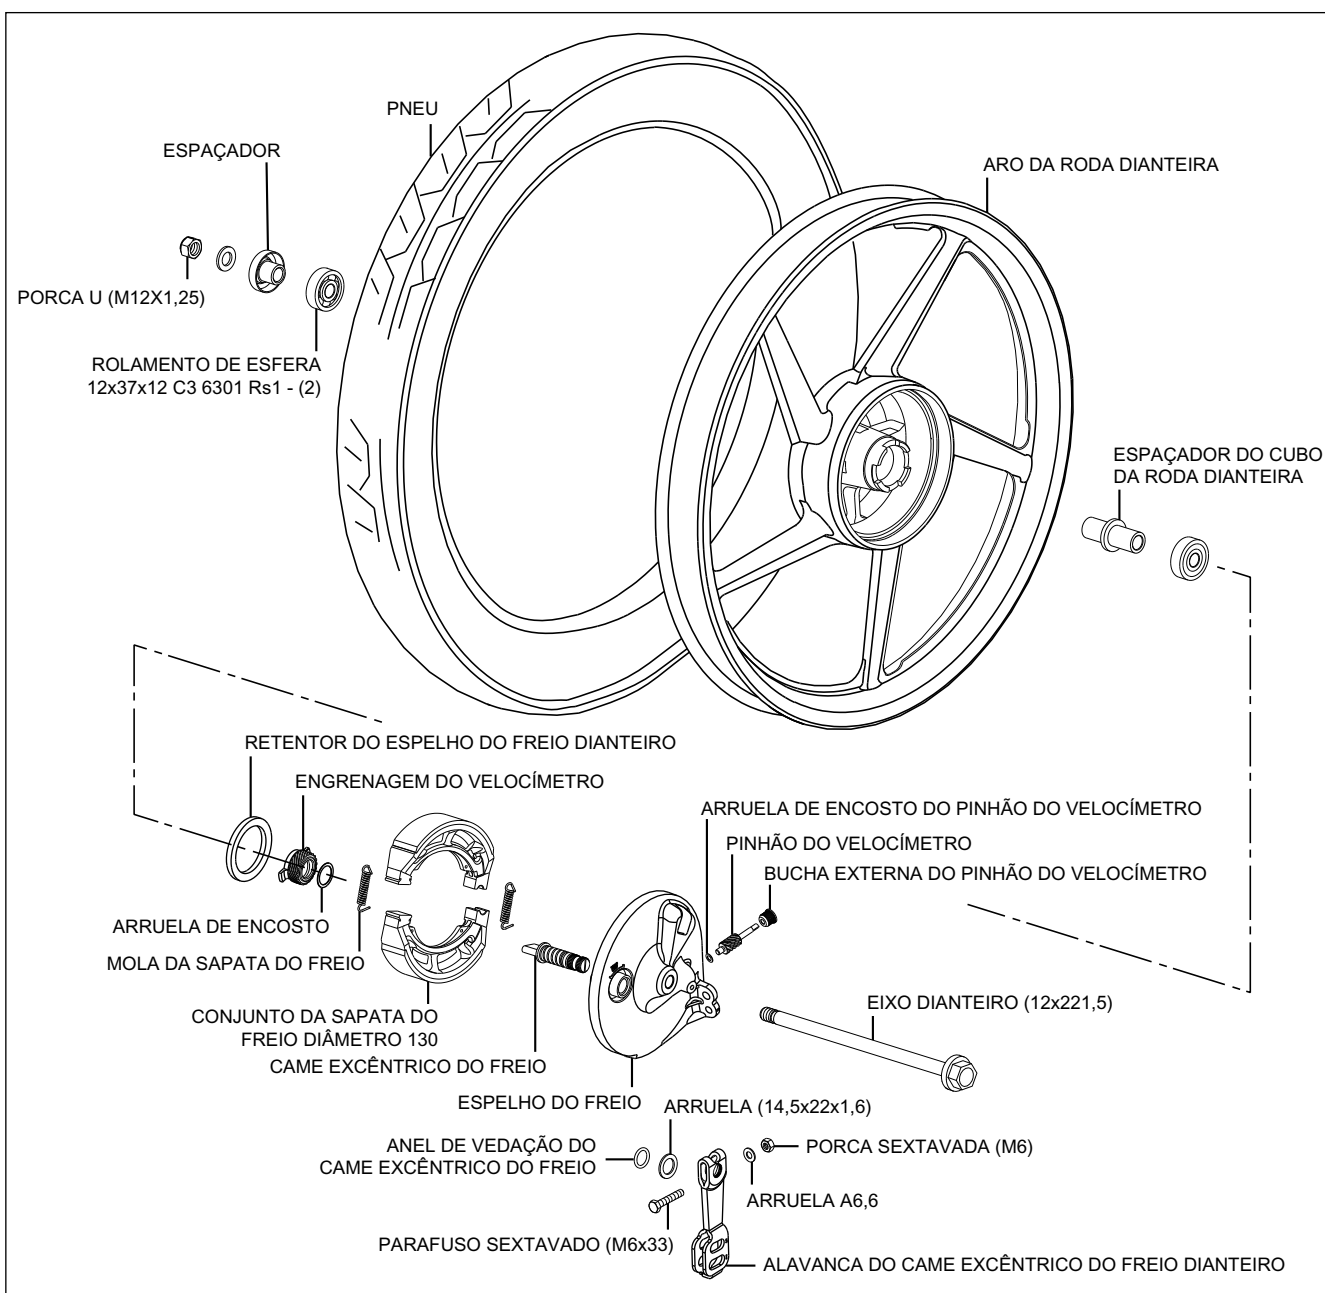

Fig. 6.21
- Consulte a vista explodida para mais detalhes. (Fig. 6.21)